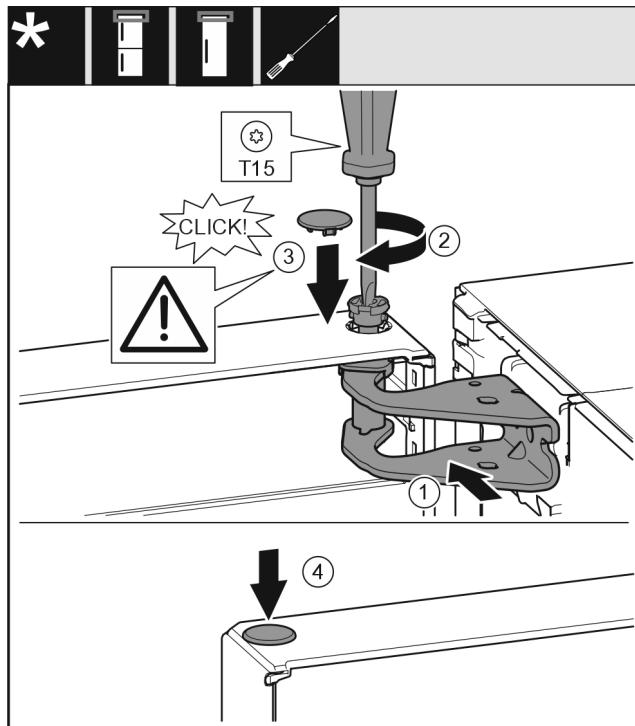

Fig. 19
- Aliniați ușa sus spre deschizătură în suportul de lagăr. Fig. 19 (1)
- Introduceți bolțul și însurubați-l ferm cu surubelnīța T15. Fig. 19 (2)
- Montarea capacului de siguranță pentru siguranța ușii: Introduceți capacul de siguranță și controlați dacă este așezat pe ușă. În caz contrar, introduceți complet bolțul. Fig. 19 (3)
- Introduceți dopul. Fig. 19 (4)